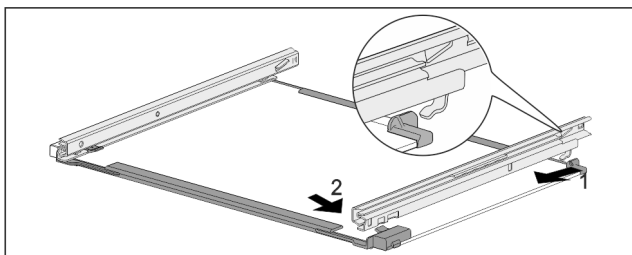

Fig. 180 Скляна пластина з рейками
- ▶ Зачепити рейку ззаду. Fig. 180 (1)
- ▶ Зафіксуйте рейку спереду. Fig. 180 (2)